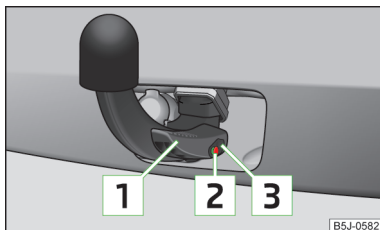

Fig. 104
- ✓ La palanca 1 está totalmente levantada » fig. 104.